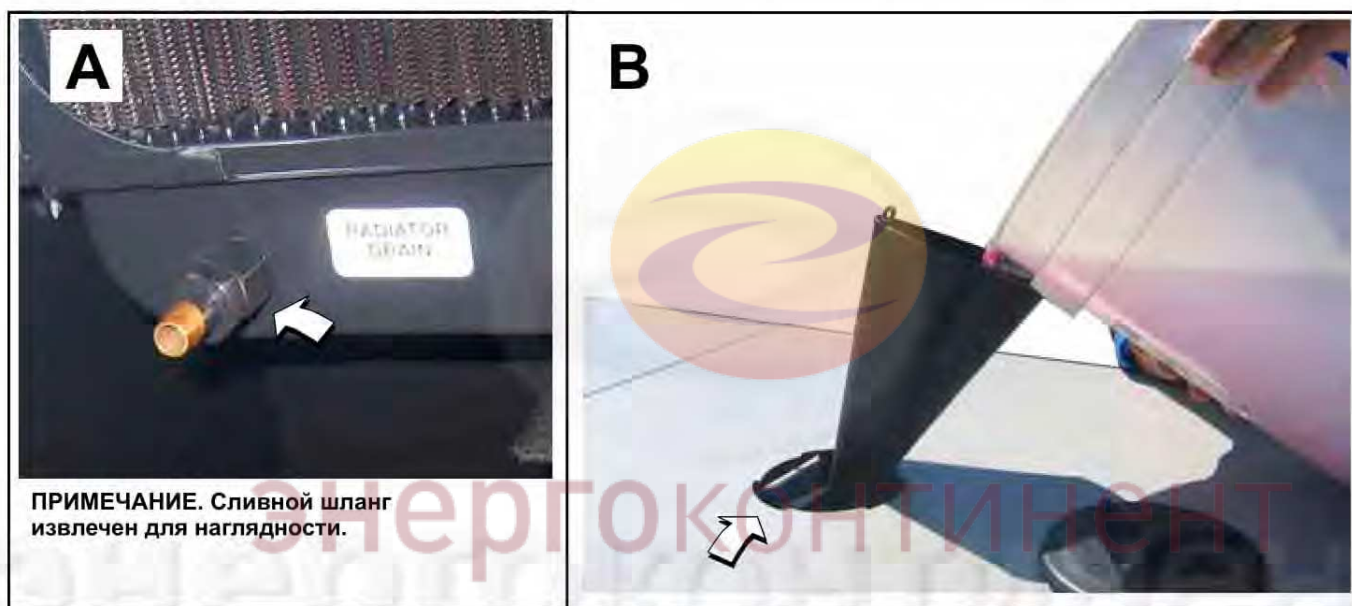

Рис. 5-14. Слив/наполнение системы охлаждения
6. Поверните шестигранную гайку, чтобы открыть сливной кран. См. пункт «А» на Рис. 5-14
14. Вставьте воронку в заливную горловину радиатора. См. пункт «В» на Рис. 5-14